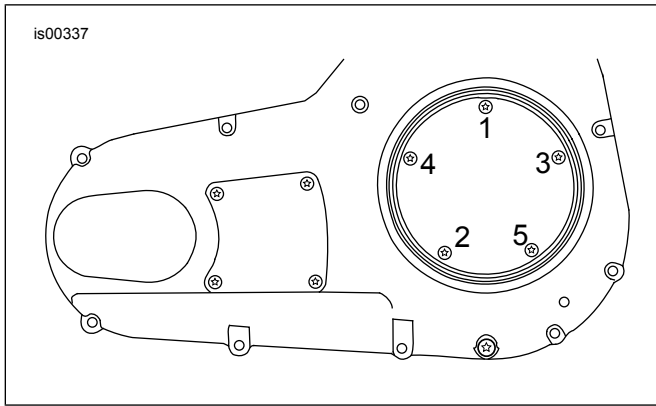

Abbildung 1. Anzugsreihenfolge Kupplungsinspektionsdeckel
5. Den Kupplungsinspektionsdeckel (1) und die Dichtung am Primärkettengehäusedeckel mit den Schrauben und Unterlegscheiben aus dem Satz anbringen. Die Schrauben in der in10–12 N·m (84–108 **in-lbs**) dargestellten Reihenfolge auf Abbildung 1 anziehen.